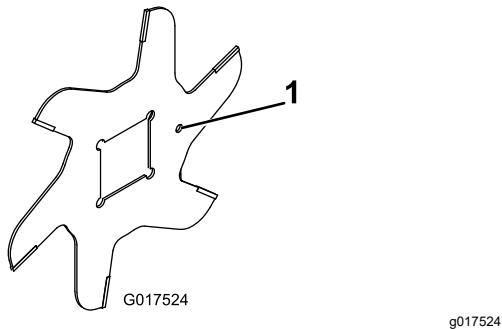

Figura 16
1. Monte uma lâmina (Figura 16).
4. Instale lâmina seguinte no sentido dos ponteiros do relógio de forma a o orifício de referência (Figura 16) não ficar alinhado com o orifício da primeira lâmina por um furo do eixo.